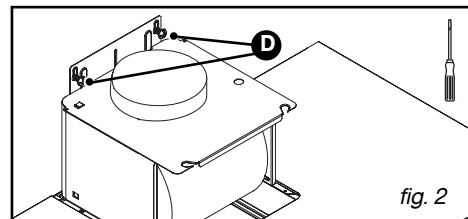

fig. 2
– Accrochez la hotte aspirante aux deux vis (D/fig. 2).
– Montez le clapet anti-retour sur la sortie du moteur (fig. 2). Ce clapet anti-retour permet d'obstruer l'entrée d'air venant de l'extérieur.